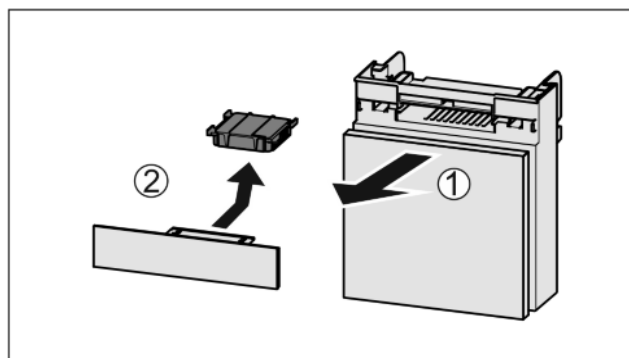

Fig. 49
- ▶ Træk rummet fremad Fig. 49 (1).
- ▶ Tag aktivkulfilteret Fig. 49 (2) ud.